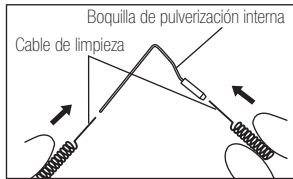

Fig. 12
- 1) Limpie la boquilla de pulverización interna y la boquilla de pulverización externa (interna y externa) mediante el cable de limpieza. (Fig. 12, 13)
- 2) Introduzca un tubo de riego en cada boquilla de pulverización y límpielo con agua limpia. (Ver 5. (1)(2))